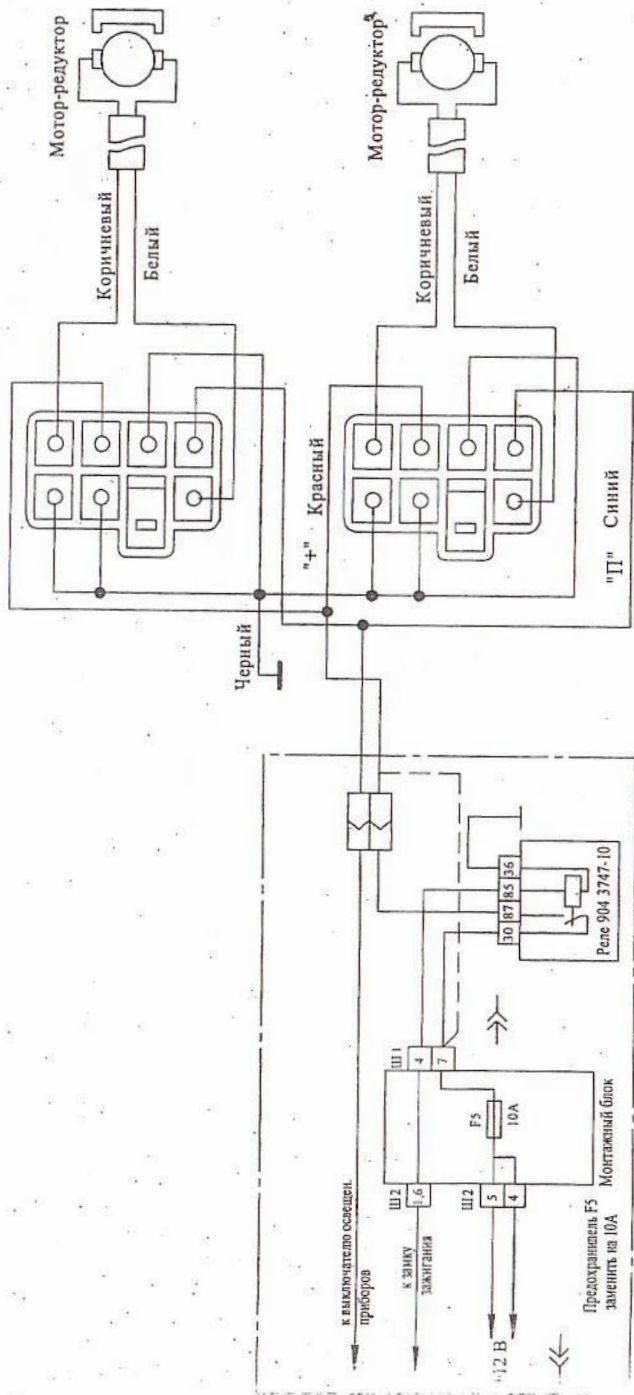

Рис.2
- 6.10 Подключить кабели согласно схеме подключения (рис. 2).